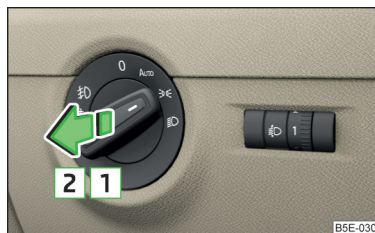

Fig. 59
- Gire el conmutador de luces a la posición **AUTO**, o » fig. 59.
- Gire el conmutador a la posición **AUTO** o y/o » fig. 59.